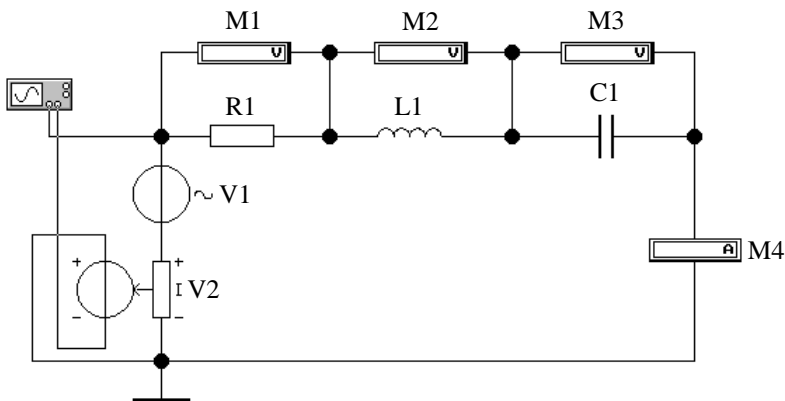

Рис. 2
3.1. Соберите схему для исследования последовательного колебательного контура (рис. 2). Независимый источник напряжения V1, источник напряжения управляемый током (ИНУТ) V2 и символ заземления находятся в группе «Sources» (второй ряд сверху на панели инструментов), вольтметры M1, M2, M3 и амперметр M4 – в группе «Indicators», сопротивление R1, индуктивность L1 и емкость C1 – в группе «Basic», осциллограф – в группе «Instruments».